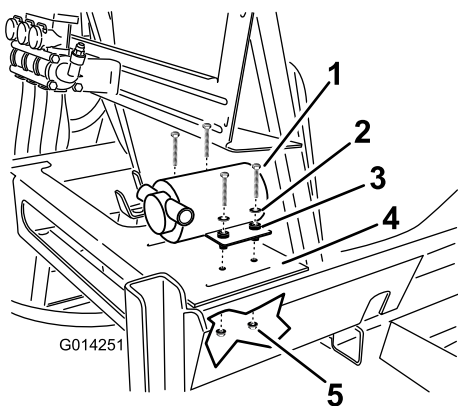

图19
1. 从散装部件中找到泵，并装在主药缸右后方药缸架的平台上（图19）。
2. 用四个螺栓、四个垫圈和四个锁紧螺母将泵固定在机架上（图19）。